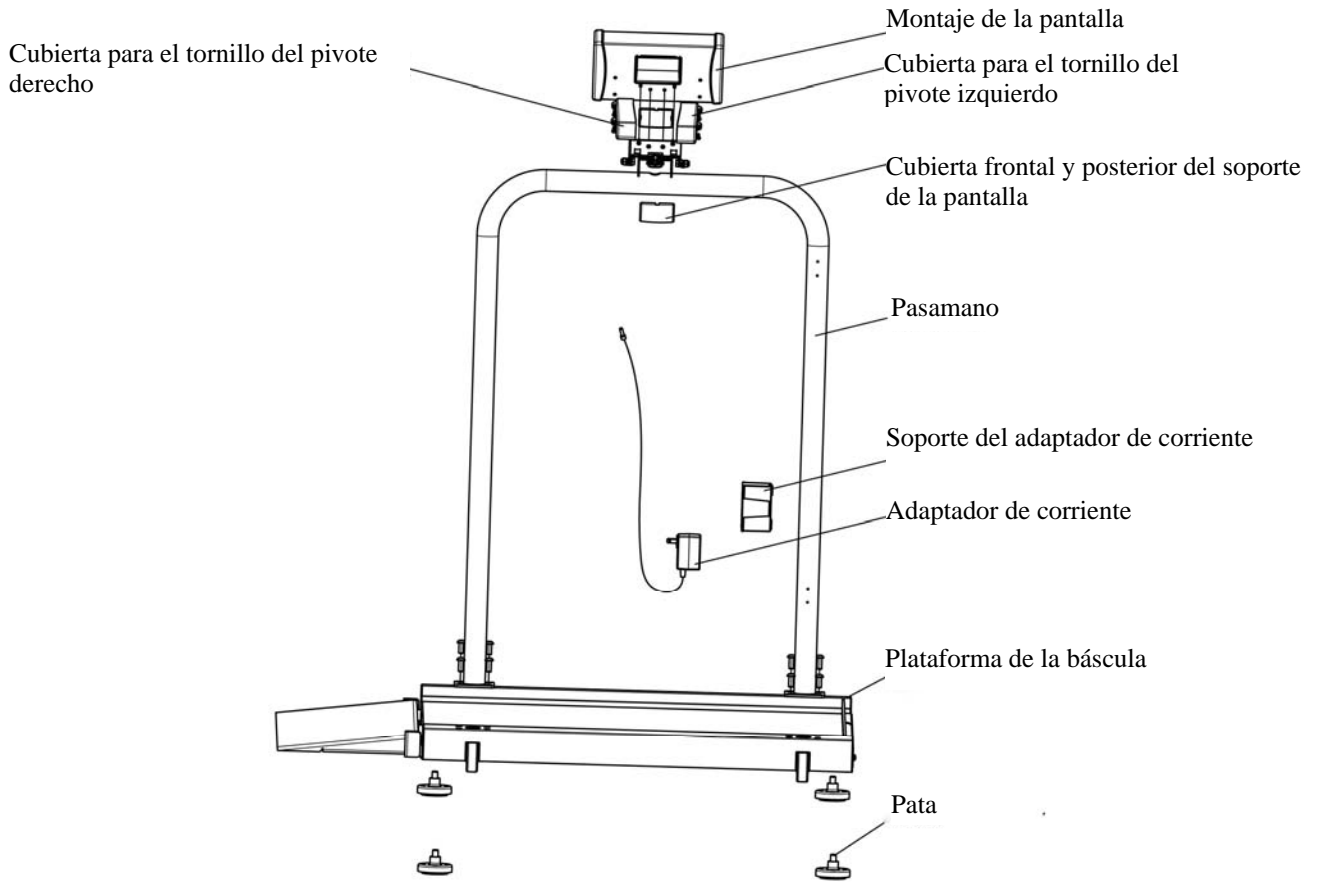

Figura 5
10. Enrosque las (4) patas en la parte inferior de la plataforma. Debe de apretar cada pata únicamente con la mano. Desenrosque 1-½ vuelta completa en cada pata. Esto permite el funcionamiento adecuado de la célula de carga y la exactitud de la balanza (ver la figura 5).